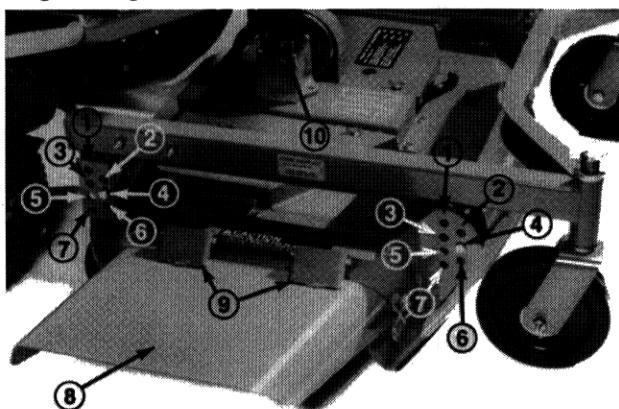

Fig 1
L'altezza di taglio può essere regolata da 25 a 102 mm a scatti di 13 mm rilocalando quattro perni con testa in fori diversi nelle staffe situate agli angoli dell'apparato di taglio (Fig. 1).
Il deflettore dell'erba (Fig. 1) è un dispositivo di sicurezza che devia erba ed altri corpi estranei scaricati verso il basso. Se il deflettore non fosse montato sull'apparato di taglio o in assenza delle cerniere a molla che lo tengono in posizione abbassata, le lame potrebbero espellere erba e corpi estranei fuori dell'apertura di scarico con una forza tale da causare infortuni a persone o danni ad oggetti. Se il deflettore o le cerniere sono consumati, provvedere alla riparazione od alla sostituzione della parte o parti interessate. Non utilizzare l'apparato di taglio senza il deflettore. Verificare sempre che lo scivolo del deflettore si trovi nella posizione più bassa possibile.
2. Ogni 50 ore di funzionamento abbassare l'apparato di taglio in modo che le ruote orientabili si trovino su un piano orizzontale. Verificare che i perni dell'altezza di taglio siano tutti in fori identici. Pulire l'area attorno al coperchio della scatola del cambio (Fig. 1) per impedire la penetrazione di materie contaminanti. Rimuovere le viti che fissano il coperchio alla scatola del cambio e togliere il coperchio. Verificare il livello del lubrificante nella scatola del cambio; se è basso, rabboccare con olio peso SAE E.P. 90 fin quando il livello non raggiunge l'albero orizzontale (di immissione) della scatola del cambio. Controllare le condizioni della guarnizione e sostituirla se è danneggiata o consumata.